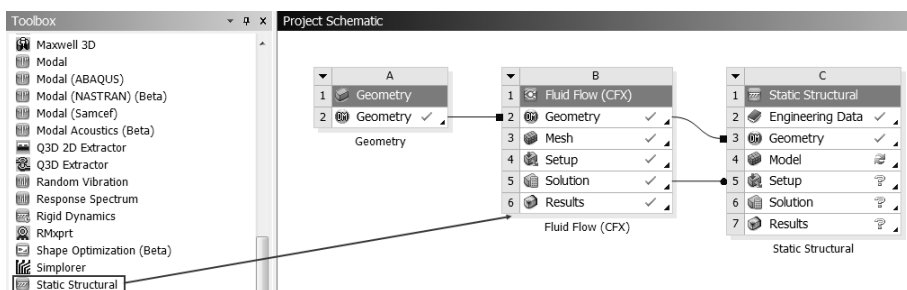

图 17-77 结构静力分析
Step1：如图 17-77 所示，选择 Toolbox 工具箱中的 Analysis Systems Static Structural（结构静力分析）模块直接拖曳到项目 B 的 B5 中，此时会创建项目 C。